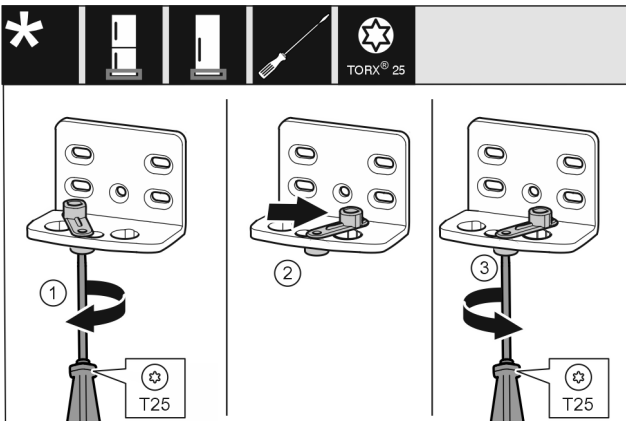

Fig. 16
- Pieskrūvējiet ar skrūvgriezi T25 nenostiprināti skrūvi. Fig. 16 (1)
- Paceliet durvju aizvēršanas palīgierīci un ieskrūvējiet caurumā par 90° uz labo pusi. Fig. 16 (2)
- Pieskrūvējiet ar skrūvgriezi T25 skrūvi. Fig. 16 (3)